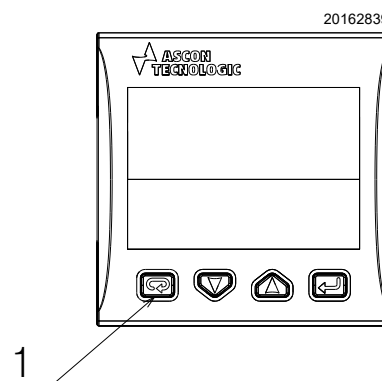

Fig. 42
- réinitialiser la condition d'alarme en appuyant sur la touche 1)(Fig. 42) du contrôleur de température ;